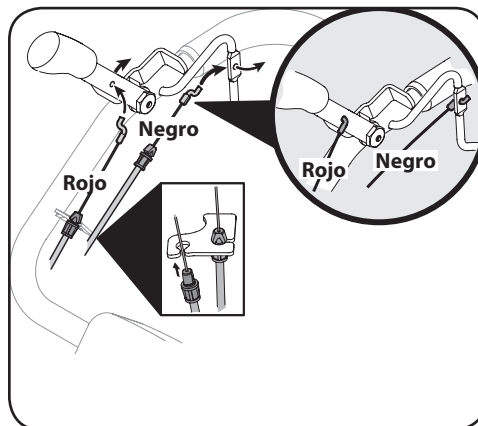

Figura 3-2
1. Encamine los dos cables a lo largo del conjunto de la manija por el lado derecho. Vea la Figura 3-2.
2. Conecte el cable de marcha atrás (Rojo) al control del cable de marcha atrás pasando el gancho en Z por el orificio del control del cable de marcha atrás de adentro hacia afuera. Consulte la Figura 3-2.
3. Conecte el cable de transmisión directa (Negro) al gancho del embrague pasando el gancho en Z por el orificio del gancho de afuera hacia adentro. Vea la Figura 3-2.
4. Calzar a presión las abrazaderas del alojamiento del cable en el montaje del cable de la unidad de la manija como se muestra aquí. La abrazadera roja (cable de marcha atrás) calza en la posición superior de la manija, y la abrazadera negra (cable de embrague/directa) calza en la posición inferior del conjunto de manija. Vea la Figura 3-2.